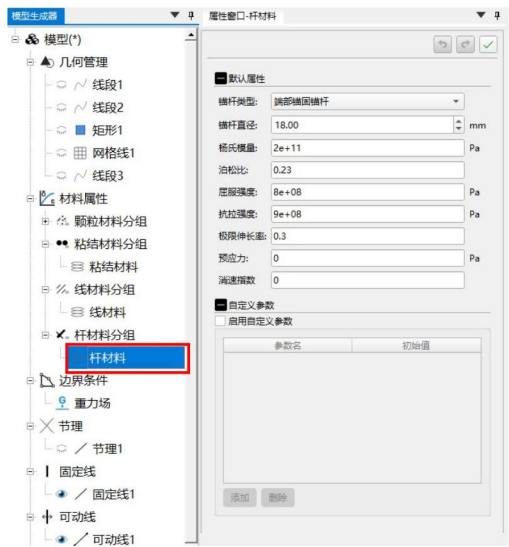

图 1.11 设置杆材料属性
- (1) 创建杆材料：右键“材料属性”，点击“创建杆材料”，将自动创建一组杆材料，其属性为默认属性。
- (2) 修改杆材料属性：如下图 1.11 所示，点击所创建杆材料，即可在属性窗口编辑相关参数，相关参数说明见下表 1.6。编辑后，必须要点击属性窗口右上角的勾号按钮，才可生效！